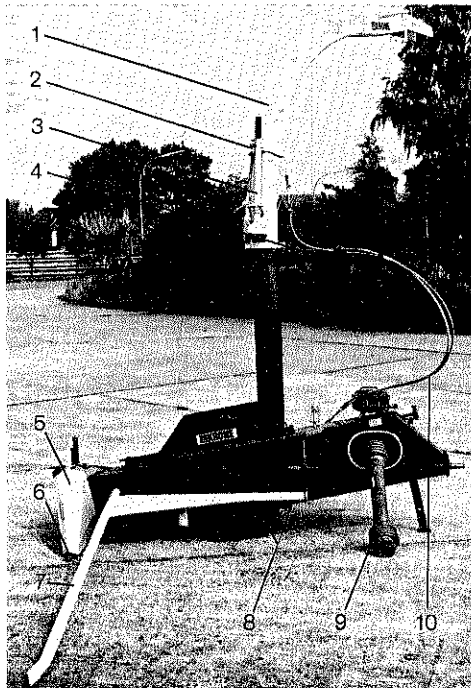
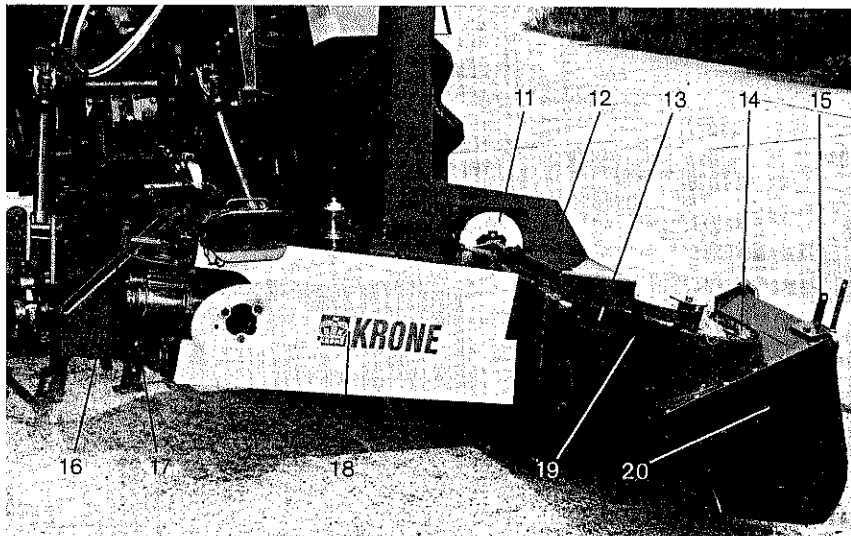

Abb. 1
Abb. 2
4. Vor dem Einsatz ist auf dem Feld der Beleuchtungshalter (15), Abb. 2, Seite 5 und der Spitzenschutz (6), Abb. 1, Seite 5 abzunehmen.